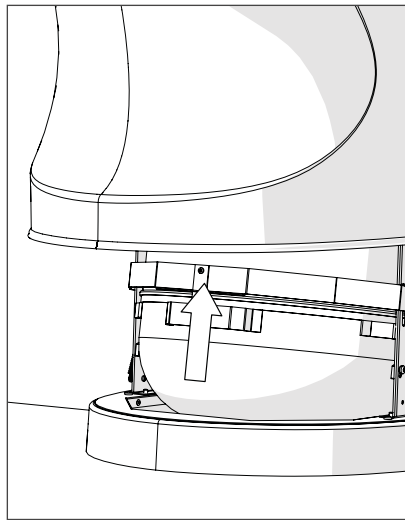

Bild 5
4. Lossa låsfjädern och lyft upp låsbygeln framför askbehållaren (bild 5).